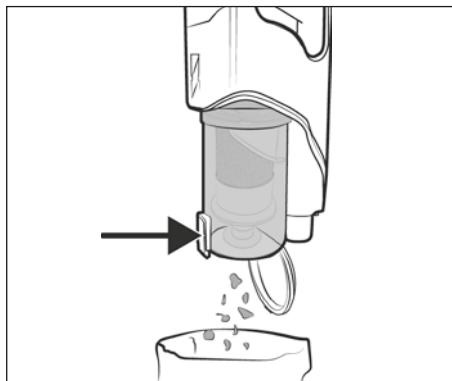

Fig. 17
- 2) Tenez le bac à poussière 7 dans une poubelle et appuyez sur la touche de déverrouillage du couvercle du bac à poussière 8. Le couvercle du bac à poussière 9 s'ouvre et son contenu est vidé dans la poubelle (voir figure 17). Fermez ensuite le couvercle du bac à poussière 9.